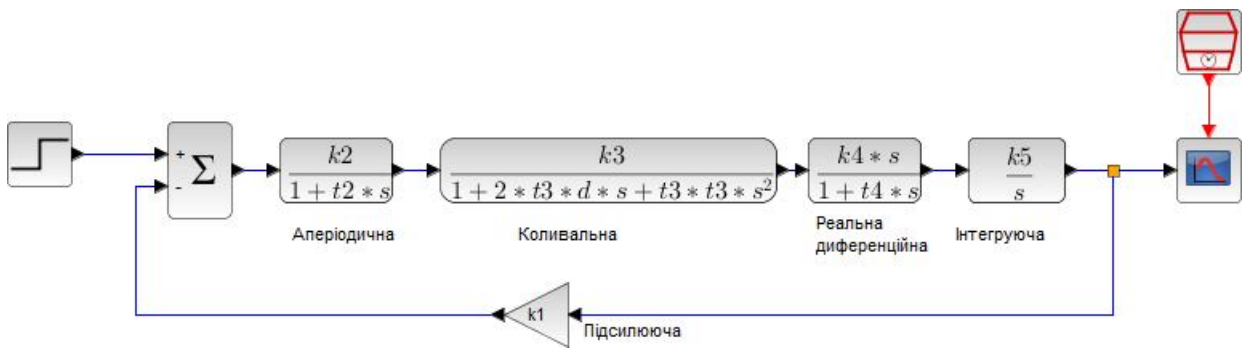

Рисунок 6.1 – Структурна схема САУ
2.1. За структурною схемою, (див рис. 6.1) розрахувати ПФ замкненої системи. Формула розрахунку ПФ замкненої системи така: